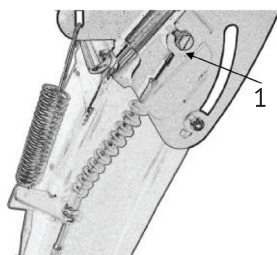

рис. 6
- установите нижний конец троса управления отражателем снега (рис.1 поз.23) в прорезь на крышке отражателя снега (рис.6 поз.1)